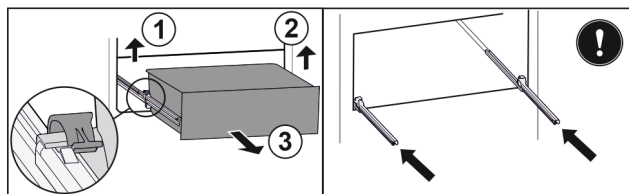

Fig. 147
- Podnieść lewy zacisk i wysunąć jednocześnie szufladę po lewej do przodu. Fig. 147 (1)
- Podnieść prawy zacisk i wysunąć jednocześnie szufladę po prawej do przodu. Fig. 147 (2)
- Wyjąć szufladę do przodu. Fig. 147 (3)